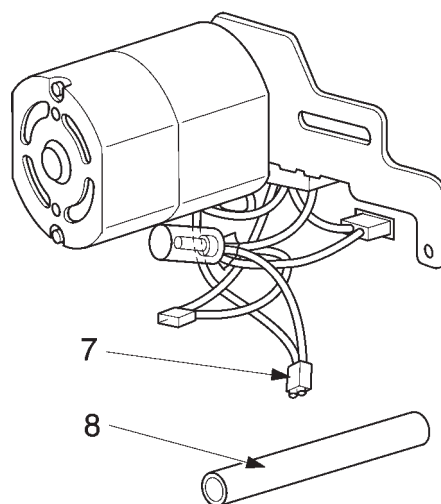

Рис. 4
- Разрежьте кабельный зажим 7 (рис. 4).
- Натяните через штекерный соединитель изолирующий шланг 8 и закрепите его новым кабельным зажимом 7 (рис. 4).